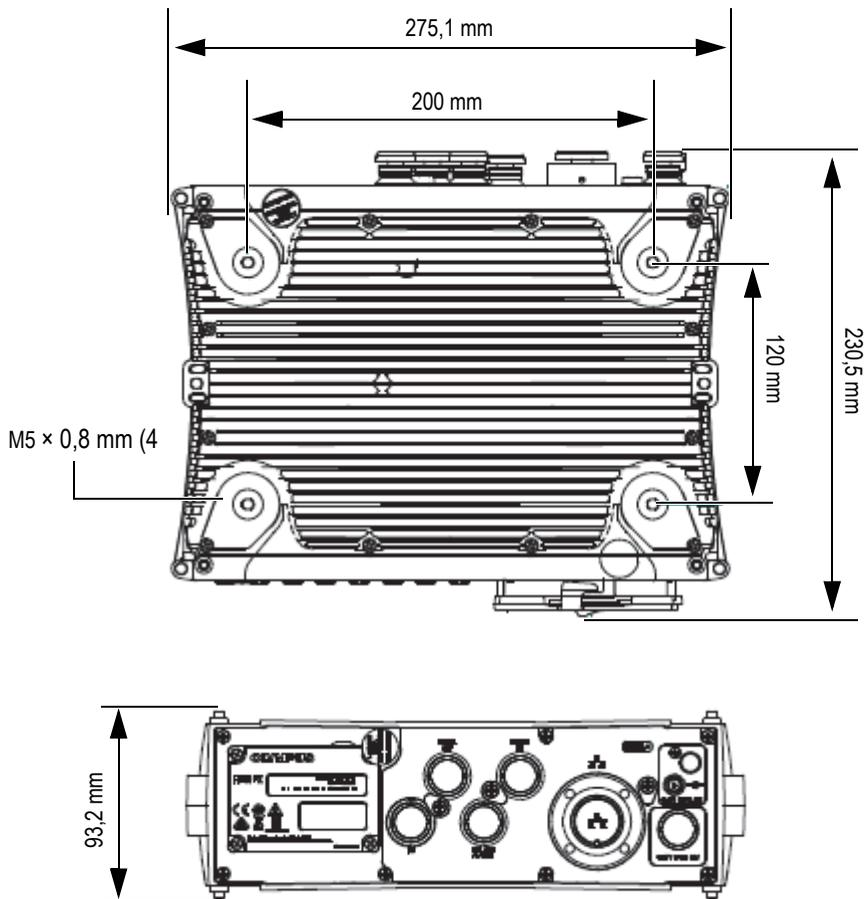

Figura 2-6 Instalación de tornillos y medidas
- ◆ Acople la unidad FOCUS PX al escáner usando los cuatro tornillos M5 que se encuentran instalados en los orificios superiores e inferiores del equipo (ver Figura 2-6 en la página 38). La profundidad de los tornillos de 9 mm.